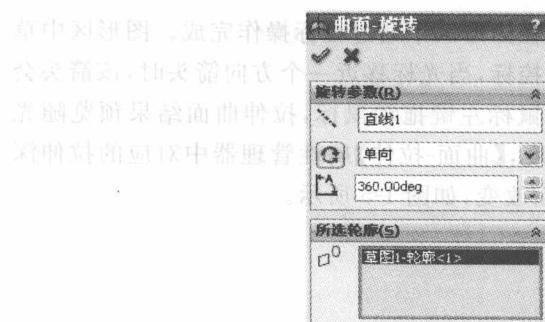

图 1-7 【曲面-旋转】属性管理器及旋转曲面过程
(1) 选择前视基准面作为草图绘制平面,使用【样条曲线】命令绘制曲面轮廓草图,包含一个轮廓和一条中心线,其中中心线作为旋转轴线。
(2) 单击常用曲面工具栏中的【旋转曲面】按钮 $\text{S}$ ,或者选择菜单栏【插入】→【曲面】→【旋转曲面】命令,系统弹出【曲面-旋转】属性管理器,并在图形区中出现预览。在【旋转参数】的下拉列表中选择【旋转轴】和【旋转类型】,在【角度】输入框中输入旋转角度为 360°,如图 1-7 所示。
(3) 单击【确定】按钮 $\checkmark$ 完成旋转曲面,如图 1-7 所示。